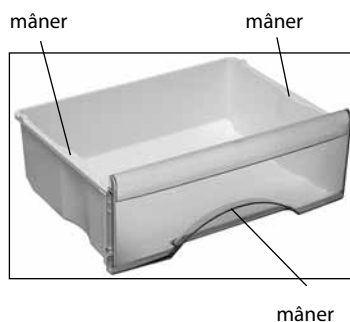

Figura 3
1.6 Sertarele CC au câte un mâner pe panoul frontal pentru a facilita încărcarea și descărcarea produselor, și mânere pe părțile laterale (cu excepția sertarului de jos) pentru deplasarea în afara frigiderului, în conformitate cu figura 3.